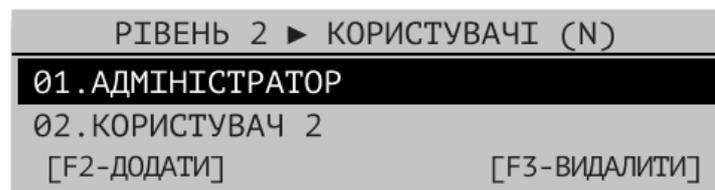

Рисунок 9.2.1 – Вікно списку користувачів другого рівня
9.2.1 В розділі меню [КОРИСТУВАЧІ] можливо додати або видалити користувача, а також змінити параметри існуючих користувачів 2-го рівня доступу. Вигляд вікна з цим списком показаний на Рис. 9.2.1.